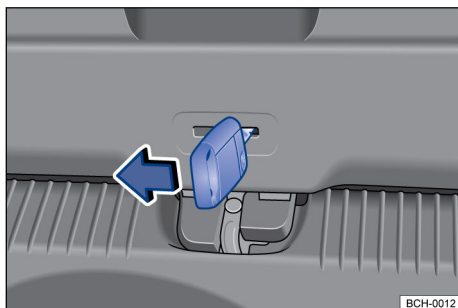

Fig. 60 En el maletero: desbloquear la tapa trasera.
- Colocar el paletón de la llave en el hueco de paso del portón trasero → fig. 60 y mover la palanca de desbloqueo en la dirección de la flecha.